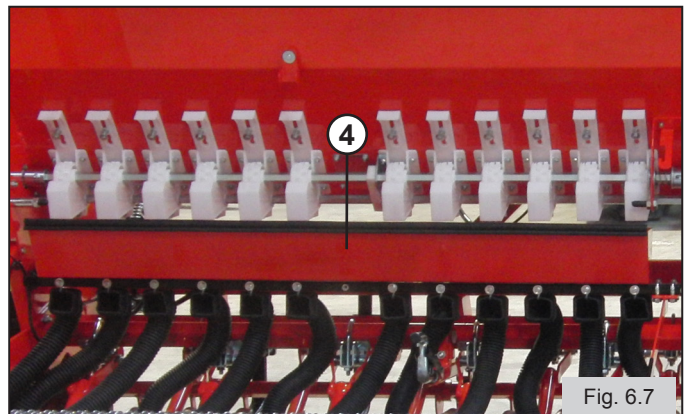

Fig. 6.7
- Odczepić osłony, które posłużą jako pojemniki do zebrania ziarna 4 i umieścić je pod otworami wysypowymi ziarna (Fig. 6.7).